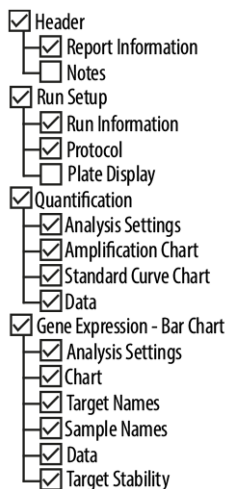

Figura 13: Cuadro de diálogo Report (informe)
- Asegúrese de que se seleccione al menos el siguiente contenido para la generación de informes en la parte superior izquierda del cuadro de diálogo Report (informe) (consulte la figura 13):